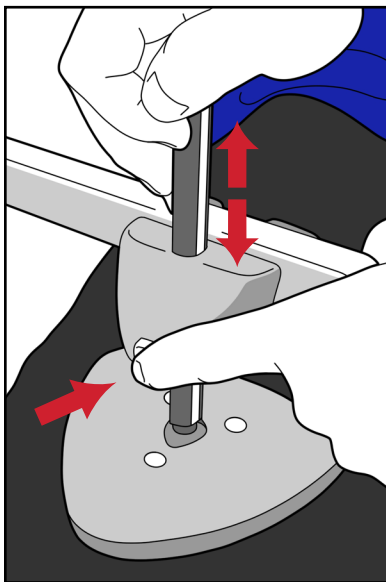

Fig. 12
2. Una vez que el paciente está en posición, la pala de compresión puede bajarse hasta el diafragma presionando el botón de liberación y empujando el cuerpo de la pala hacia abajo. (Fig. 12)